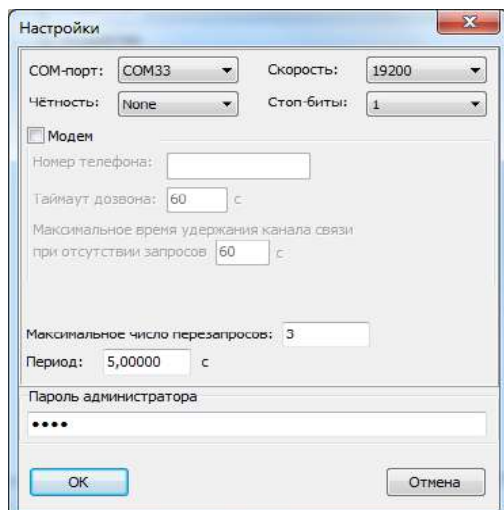

Рисунок 9
3.6.4 В выпадающем меню «**Опции**» выбрать «**Настройки**» (рисунок 9).